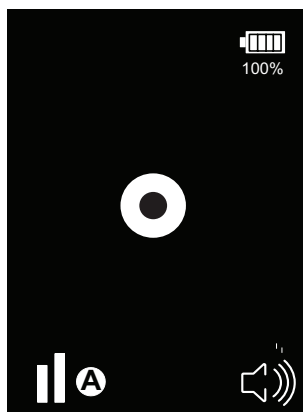

Fig. 6: Schermata stato stazionario.
3. Il CS LD 1.0 è pronto per iniziare a cercare le perdite quando viene emesso un "bip" costante. Il cerchio centrale lampeggia in sincronia con l'audio (Fig. 6)